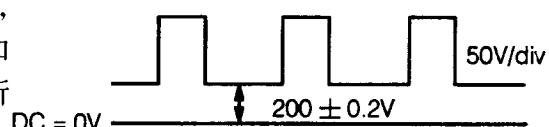

图 1.3.11
⑨当“BR”保留在屏幕上时，反时针旋转屏幕控制钮，将其设为最小，用音量“升”或“降”钮 (S111 和 S1110)，设 DC=0V 到视频电位为 200V，如图 1.3.11 所示。
⑩提高屏幕控制，使其足以看见 OSD。当“BR”仍在屏幕上显示时 (如果有必要，按功能钮把它再次显示出来)，再次按下维修开关 (S1101)。这将取消垂直扫描。